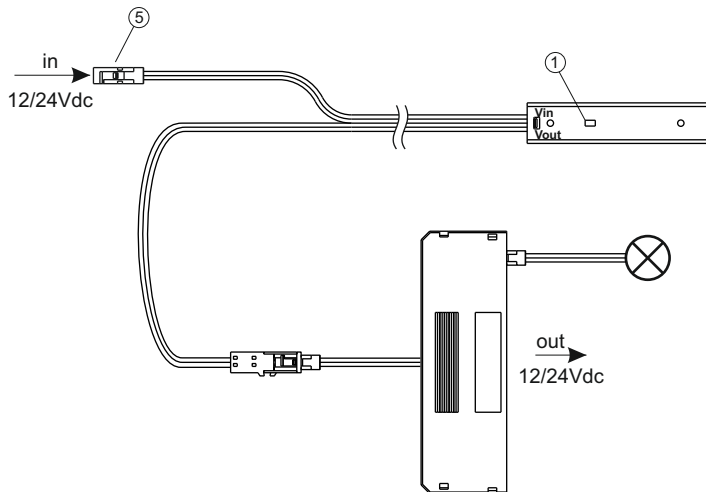
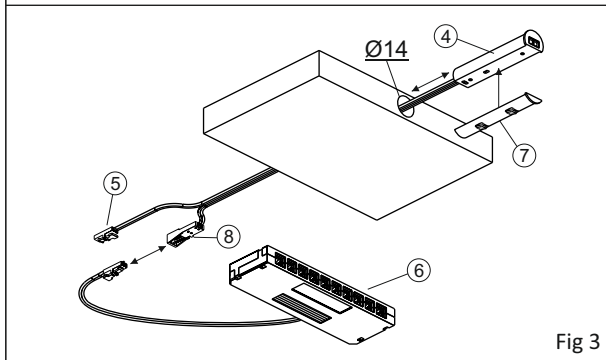

Fig 1
Fig 3
- Alternatively, to install it flush with the panel (fig. 3), make a hole (Ø14) of depth at least 63mm, disconnect the distributor (6) from the connector (8), pass the wire through the hole, apply the plastic fitting (7) to the sensor (4) and insert the assembly in the hole which has been just
made. When this has been done, reconnect the distributor (6) to the connector (8) marked "OUT" positioned on the shorter wire (fig. 1 and fig. 3).
- Connect the spotlights to the distributor (6), for a maximum of 24W if operating at 12Vdc or 48W if operating at 24Vdc.
- Connect the "in" connector (5) to a converter of 12Vdc (max. 24W) or 24Vdc (max. 48W) according to the type of load applied.
Wenn er stattdessen in die Platte eingelassen werden soll (Abb. 3), ein Loch Ø14 mit mindestens 63 mm Tiefe bohren, den Verteiler (6) vom Verbinder (8) trennen, das Kabel durch die Öffnung führen, das Kunststoffzubehör (7) am Sensor (4) anbringen und alles zusammen in das
gebohrte Loch einstecken. Nach diesen Arbeiten muss der Verteiler (6) wieder an den Verbinder (8) mit der Aufschrift "OUT", der sich am kürzeren Kabel befindet, angeschlossen werden (Abb. 1 und Abb. 3).
- Die Strahler an den Verteiler (6) mit maximal 24W bei Betrieb mit 12Vdc oder mit maximal 48W bei Betrieb mit 24Vdc anschließen.
- Den Verbinder "in" (5) an einen Konverter mit 12Vdc (max. 24W) oder 24Vdc (max. 48W) anschließen, je nach Art der anliegenden Last.
- Si, au contraire, on souhaite le fixer à encastrement dans le panneau (fig. 3), pratiquer un orifice Ø14 de profondeur minimale 63 mm, débrancher le distributeur (6) du connecteur (8), faire passer le câble dans l'orifice, appliquer l'accessoire en plastique (7) au capteur (4) et introduire le tout dans l'orifice à peine réalisé. À la fin de ces opérations, il faut brancher de nouveau le distributeur (6) au connecteur (8) marqué par
"OUT" placé sur le câble le plus court (fig. 1 et fig. 3).
- En cambio, si desea empotrarlo en el panel (fig. 3), realice un orificio de Ø14 con una profundidad mínima de 63 mm, desconecte el distribuidor (6) del conector (8), pase el cable por el orificio, aplique el accesorio de plástico (7) al sensor (4) e introduzca el conjunto en el orificio que se acaba de realizar. Al concluir estas operaciones, es necesario volver a
conectar el distribuidor (6) al conector (8) marcado con "OUT" situado en el cable más corto (fig. 1 y fig. 3).
- Conecte los focos al distribuidor (6) para un máximo de 24W si funcionan a 12Vcc o para un máximo de 48W si funcionan a 24Vcc.
- Conecte el conector "in" (5) a un convertidor de 12Vdc (máx. 24W) o 24Vdc (máx. 48W) según el tipo de carga aplicada.